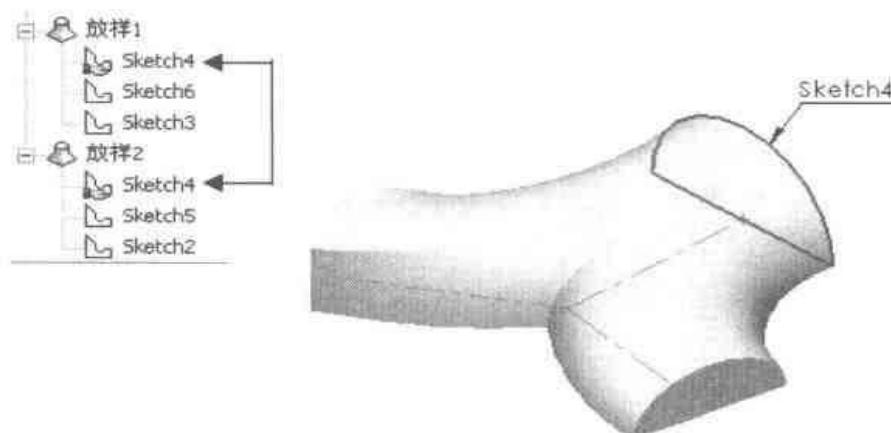

图3-42 共享的草图
“Sketch4”被两个特征共享了，因此草图在FeatureManager设计树中将采用有别于其他草图的形式显示：草图名称前面的图标有一个“共享”符号②，如图3-42所示。编辑共享草图中的一个，另外一个也进行相同的变化。